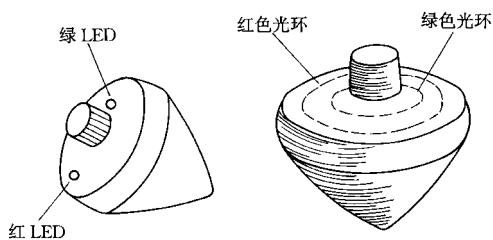

图 2-1
(1) 闪光陀螺是一种十分有趣的电子玩具(见图 2-1)，它在静止的时候不发光，更看不
到光环(见图 2-1 之左图)。但是,当你把闪光陀螺旋转起来以后,它便会交替出现红、绿两种颜色的两个光环,内外轮流闪光(见图 2-1 之右图),令人赏心悦目。